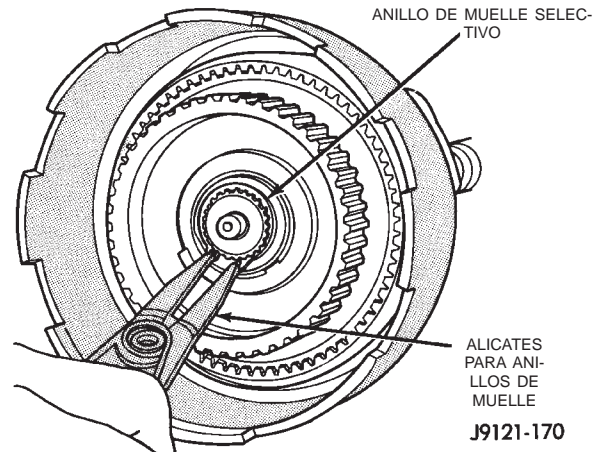
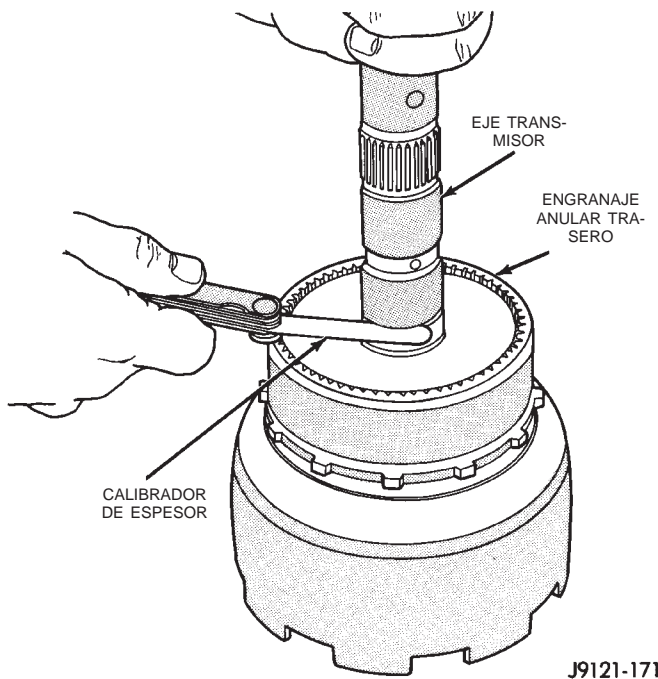

Fig. 163 Instalación del anillo de muelle selectivo del planetario
Fig. 164 Verificación del juego longitudinal del tren de engranajes planetarios
(21) Instale el anillo de muelle selectivo del planetario con los alicates para anillos de muelle (Fig. 163). Asegúrese de que el anillo asiente completamente.
(22) Invierta el conjunto del tren de engranajes planetarios de modo que el casco impulsor quede mirando hacia el banco de trabajo. Apoye luego el tren de engranajes en un taco de madera emplazado debajo del extremo delantero del eje transmisor. Esto permite que los componentes del tren de engranajes se desplacen hacia adelante para efectuar una verificación exacta del juego longitudinal.
(23) Verifique el juego longitudinal del tren de engranajes planetarios con el calibrador de espesor (Fig. 164). El calibrador va entre el reborde del eje transmisor y el extremo del soporte del engranaje anular trasero.
(24) El juego longitudinal del tren de engranajes debe ser de 0,12 a 1,22 mm (0,005 a 0,048 pulgadas). Si el juego longitudinal es incorrecto, puede ser necesario reemplazar el anillo de muelle (o las arandelas de empuje). Para propósitos de ajuste, el anillo de muelle está disponible en tres espesores diferentes.